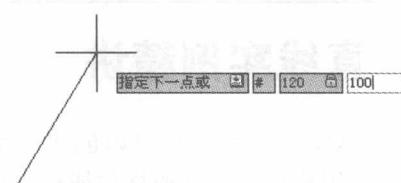

图 1-5 指定直线 AF 的第二点
(2) 接着系统提示**指定下一点或** ，输入 F 点的绝对坐标值@120, 100，然后连续按两次回车键确认输入，并结束【直线】命令，如图 1-5 所示。